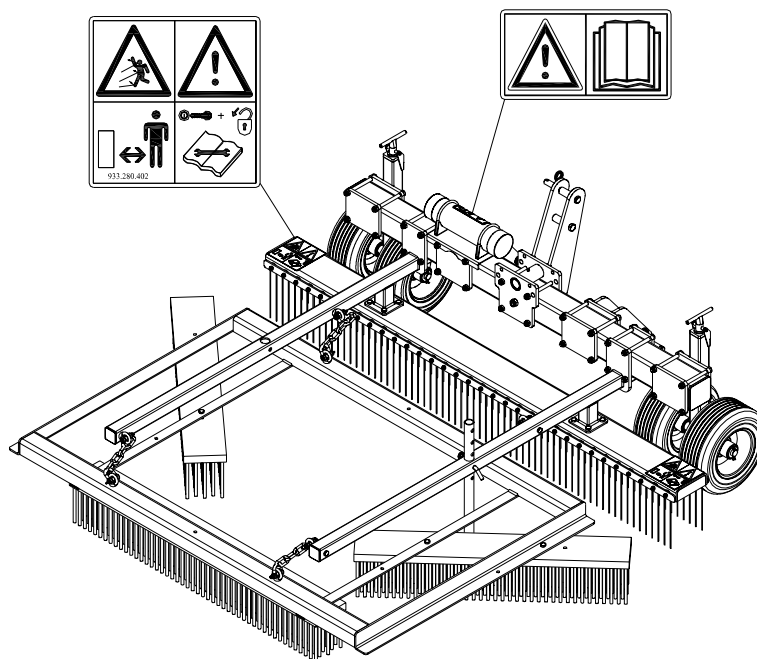

Fig. 5
La Verti-Groom porte de part et d'autre (Fig. 5) des autocollants de sécurité (Fig. et sur le capot arrière. 2,3,4) de signification similaire. Ces autocollants doivent toujours rester bien visibles et lisibles. En cas de détériorations, les remplacer.
(7) Emplacement des autocollants de sécurité. (Fig. 5)